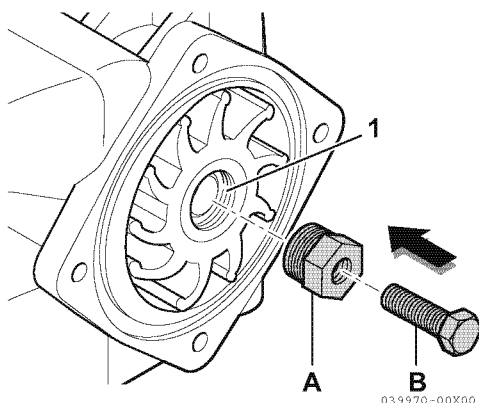
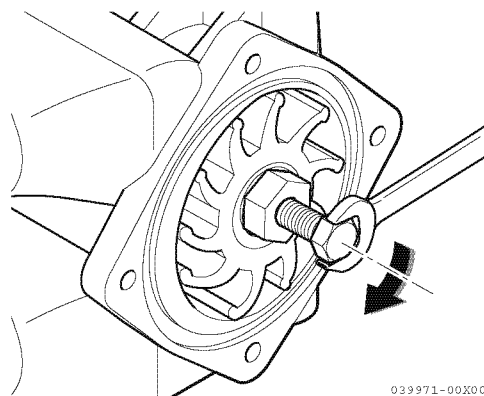

Figura 10
Figura 11
*Nota: Al sustituir un rotor usado por uno nuevo, el rotor debe tener una rosca de M22 × 1,5 (1, **Figura 10**). Gire el lado de la rosca M18 hacia el lado de la cubierta e instálelo (**Figura 11**).*